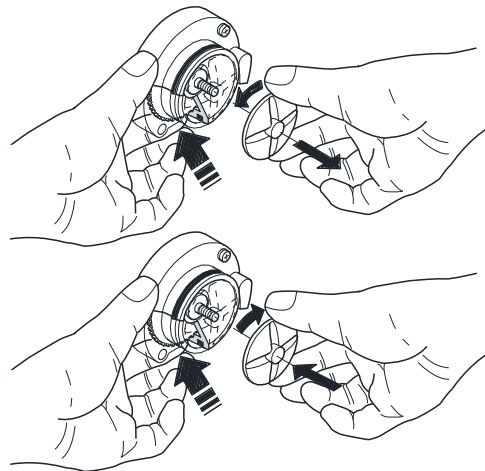

Рис. 10
- Снимите вентиляторы: просто заблокируйте пальцем (см. Рис. 10) диск, установленный на оси движущегося миксера, затем поверните лопастное колесо, откручивая его.